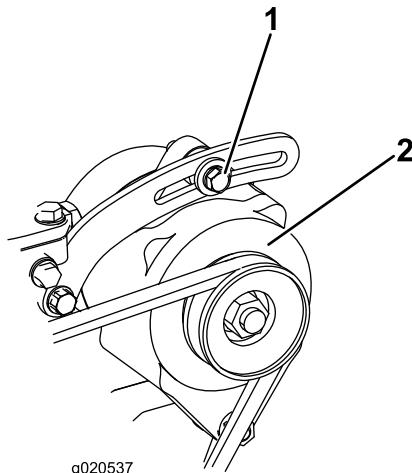

Figura 69
Compruebe la condición y la tensión de la correa (Figura 69) cada 100 horas de operación.
2. Si la desviación no es de 10 mm, afloje los pernos de montaje del alternador (Figura 69). Aumente o reduzca la tensión de la correa del alternador y apriete los pernos. Verifique de nuevo la desviación de la correa para asegurarse de que la tensión es la correcta.